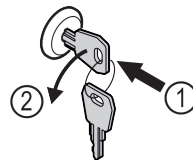

Fig. 160
- ▶ Sätt in nyckeln. Fig. 160 (1)
- ▶ Vrid nyckeln 90° moturs. Fig. 160 (2)